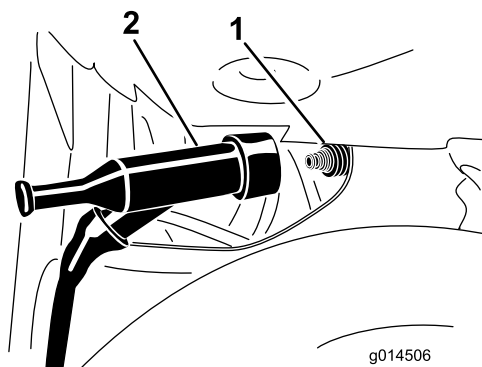

Figure 42
3. Débranchez le fil de la borne de la bougie (Figure 42).
4. Poussez le fil sur la borne de la bougie (Figure 42).